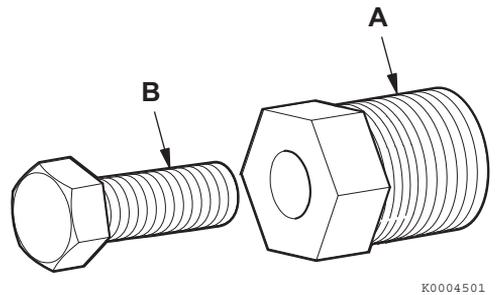

Figura 16
2. Instale o extrator (**Figura 16, (A)**) na hélice.
3. Gire o macaco de rosca (**Figura 16, (B)**) no sentido dos ponteiros do relógio para remover a hélice do corpo da bomba.